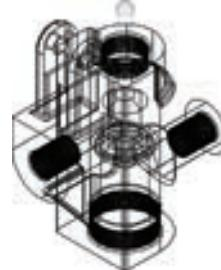

图 11-164 着色后的图形
6) 着色面：选择菜单栏中的“修改”→“实体编辑”→“着色面”命令，将视图中的面按照需要进行着色。结果如图11-164所示。